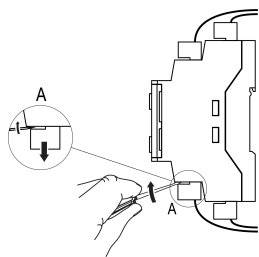

Рисунок 3 – Відокремлення знімних частин клем
2. Відокремити від пристрою знімні частини кожної з клем разом з підімкненими зовнішніми лініями зв'язку за допомогою викрутки або іншого відповідного інструменту (див. *рисунок 3*).